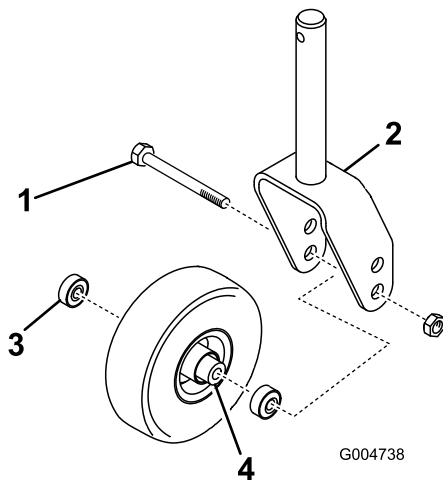
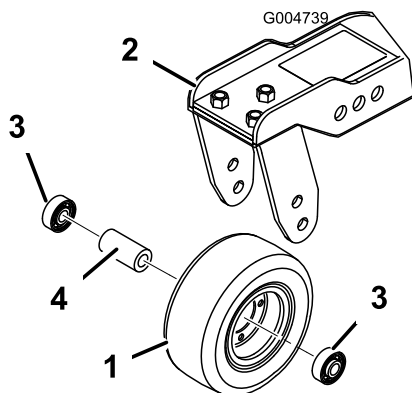

Figura 126
Figura 127
- Togliete il dado di bloccaggio dal bullone che fissa il gruppo ruota orientabile alla forcella (Figura 126) o al braccio di rotazione (Figura 127).
- Togliete il cuscinetto dal mozzo della ruota e lasciate cadere il distanziale del cuscinetto (Figura 126 e Figura 127).